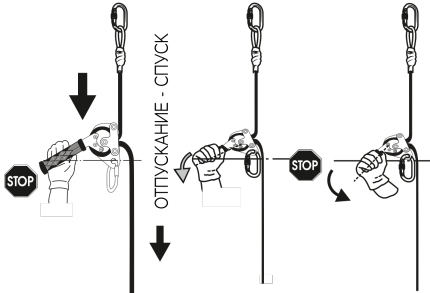

Рис.7
- Потяните рычаг механизма спуска до перевода его в среднее положение (рис. 7). Начните спуск. Скорость спуска контролируется положением рычага механизма. Отпускание рычага или перевод его в крайнее нижнее положение приведет к остановке спуска.